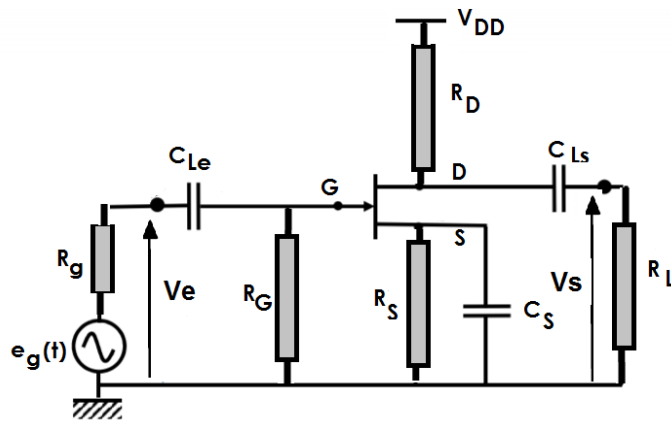

Figure 13. Montage source commune d'un JFET
Le transistor est considéré comme un quadripôle (voir figure 13) ; avec deux bornes d'entrée et deux bornes de sortie (une patte sera alors commune à l'entrée et à la sortie) et va être défini par quatre (4) signaux : courant et tension d'entrée, courant et tension de sortie (Chap. 01).